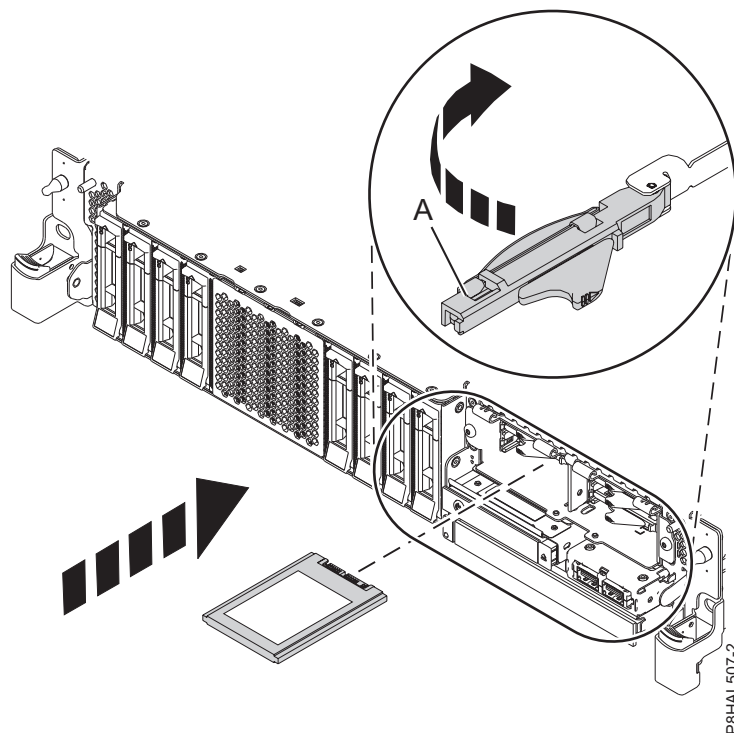

Figura 97. Substitució d'una SSD en un sistema de funció expandida
15. Amb la nansa del compartiment d'unitats SSD (**A**) en posició desbloquejada, feu sortir la palanca per poder accedir a les guies de la ranura SSD. Agafeu la part inferior de l'SSD mentre l'alineeu amb les guies de la ranura SSD. Consulteu Figura 97 a la pàgina 97.